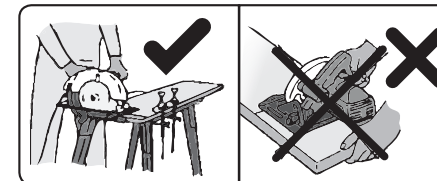

Abb. 4
1. Sichern Sie das zu schneidende Material vor dem Schneiden mit geeignetem Spannmittel, z.B. mit Klemmen an der Arbeitsfläche (siehe Abb. 4). Halten Sie das zu bearbeitende Material niemals mit der Hand oder am Knie gestützt.